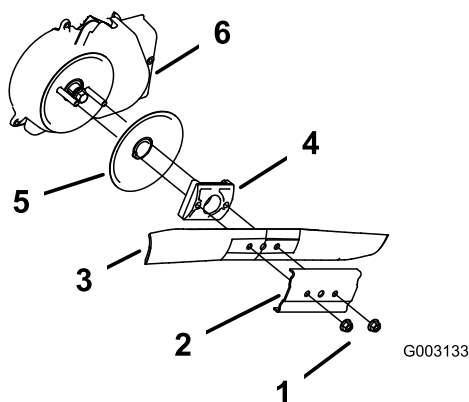

Рисунок 34
3. Отверните 2 гайки крепления ножа и прижим (Рисунок 34).
4. Извлеките нож (Рисунок 34).
5. Снимите привод ножа и диск (Рисунок 34).
6. Снимите кожух тормозной муфты ножа (Рисунок 34).
10. Установите снятые ранее нож и прижим (Рисунок 34).